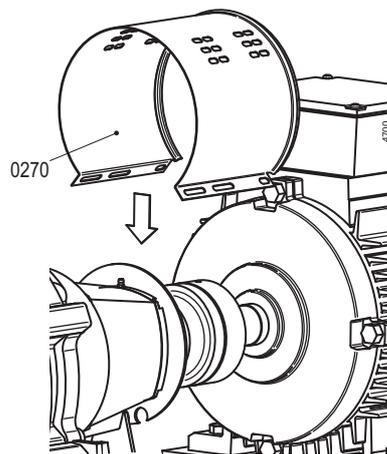

Figura 18: Montare la camicia a lato del motore.
- 2 Togliere entrambe le camicie di protezione (0270). Vedere la figura 18.